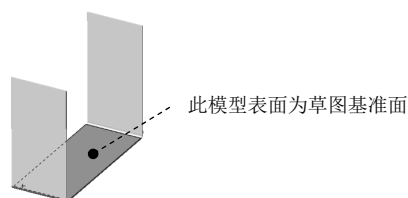
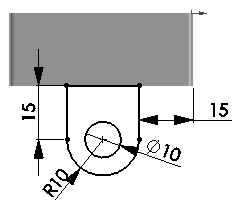

图 10.2.52 定义草图基准面
图 10.2.53 横断面草图
Step3. 绘制横断面草图。选取如图 10.2.52 所示的模型表面为草图基准面，绘制如图 10.2.53 所示的横断面草图。